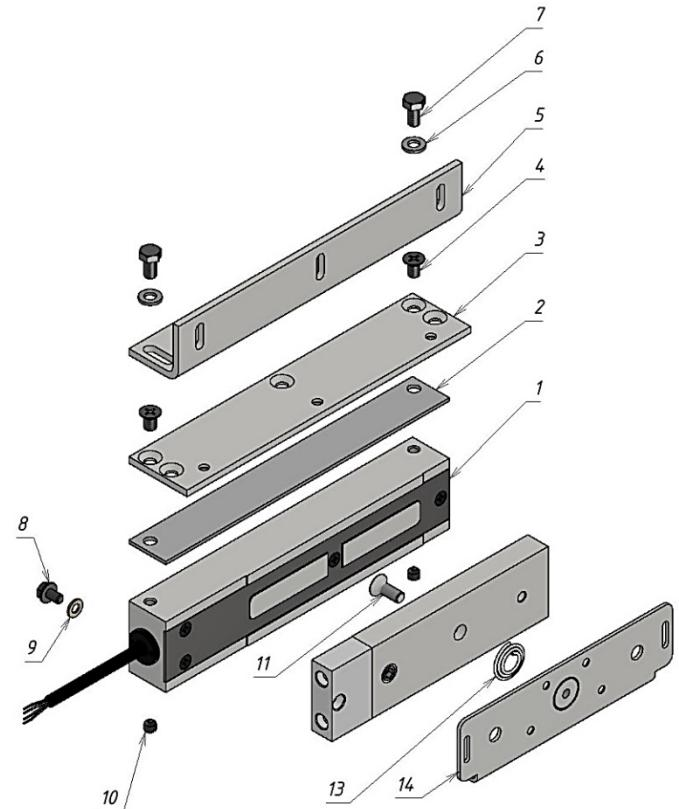

Рисунок 1 – Комплект поставки
4.1 В комплект поставки замка входят (рисунок 1):
- корпус (1)	1 шт.
- планка (2)	1 шт
- пластина монтажная (3)	1 шт.
- винт M6x10 потайн. (4)	2 шт.
- угольник (5)	1 шт.
- шайба 6 (6)	2 шт.
- болт M6x12 (7)	2 шт.
- винт заземления M5x8 (8)	1шт.
- шайба 5 (латунь) (9)	2 шт.
Замок состоит из корпусной части и якорной части (рисунок 1). Для обеспечения эксплуатационных характеристик рабочие поверхности корпуса и якоря должны быть совмещены и плотно прилегать друг к другу при закрывании двери.
Корпус замка может крепиться при помощи угольника (5) или через монтажную пластину (3) (рисунок 1). Если позволяет конструкция места монтажа, допускается крепление непосредственно через крепежные отверстия в корпусе замка (резьба M6), длина винтов в этом случае определяется по месту, при этом в тело корпуса винты должны входить не более чем на 8мм.
- без отверстий в двери, с помощью монтажной пластины крепления якоря (12) (рисунок 1).